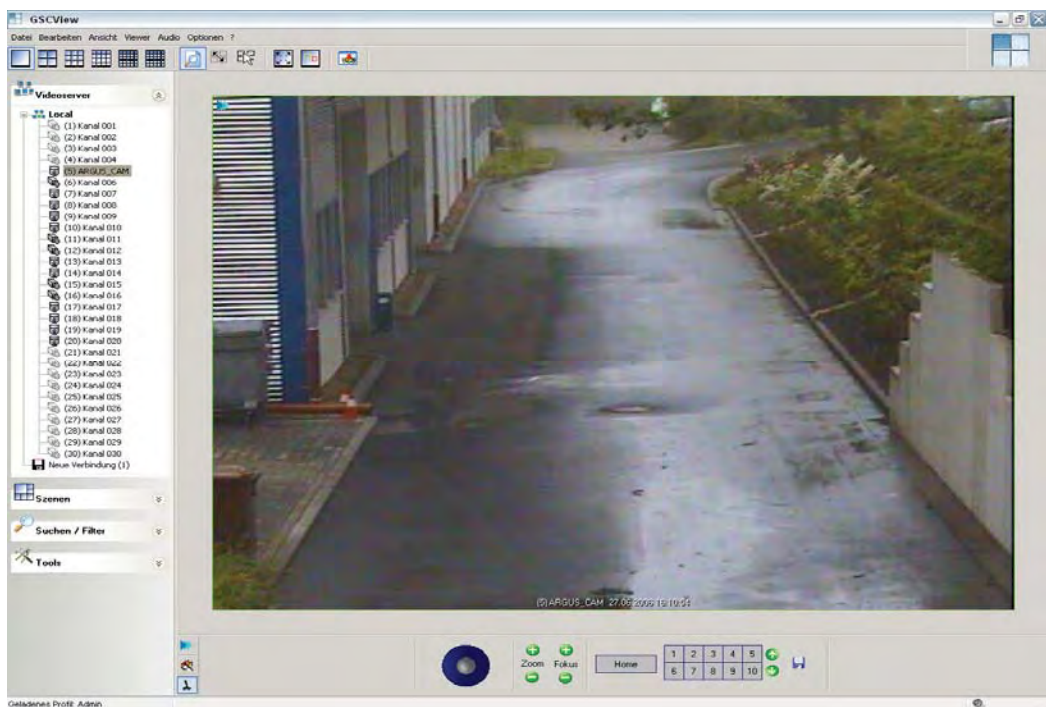

Abbildung 9-9: GscView – Telecontrol
- Wählen Sie als Quelle die Kamera Ihres Schwenk-/Neige-Systems aus und schalten Sie diese auf einen Viewer von GscView auf. In der Beispiel-Abbildung 9-9 ist dies die fünfte Kamera, „ARGUS_CAM“.